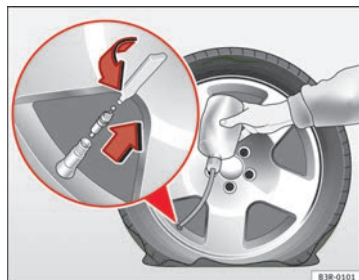

Fig. 118 Neumático: rellenar
- Retire la caperuza de la válvula del neumático y desenrosque el obús de la válvula con un destornillador ⇒ **fig. 118**.